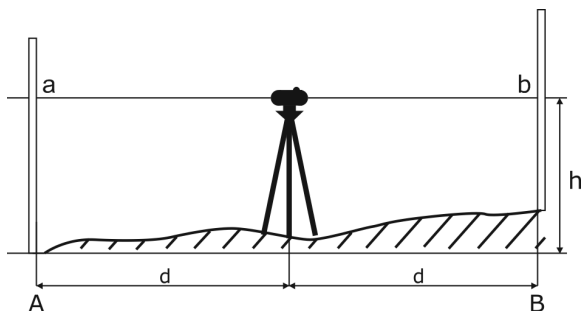

Рис. 4.1
- Разность отсчетов а - б является превышением точки В относительно точки А (Рис. 4.1).